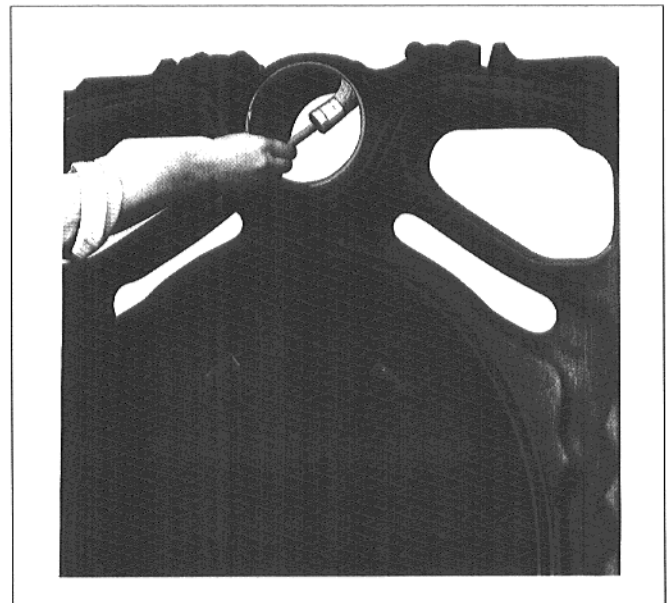

Рис. 11
- Перед сборкой, уплотнительные поверхности ступиц и ниппелей необходимо очистить тряпкой пропитанной бензином (рис. 11).
- Равномерно покрыть уплотнительные поверхности ступиц суриком на основе льняного масла (рис. 11).